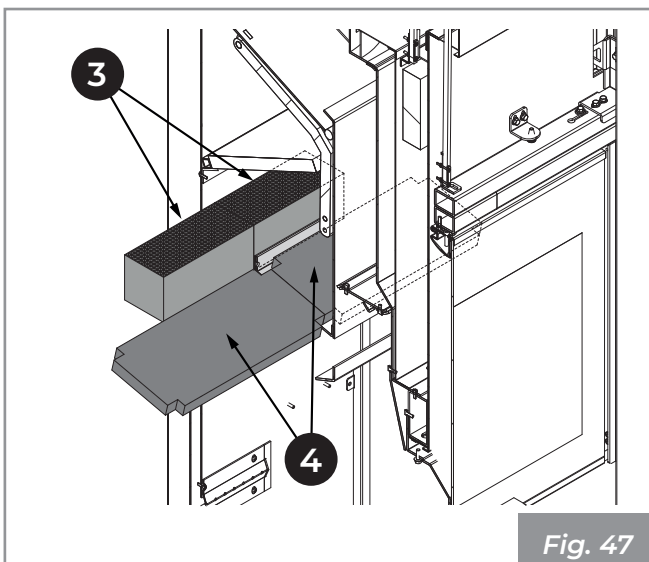

Fig. 47
- 6) Retirar y extraer los paneles (4) (Fig. 47).
7) Retirar y extraer los O2RING (3).